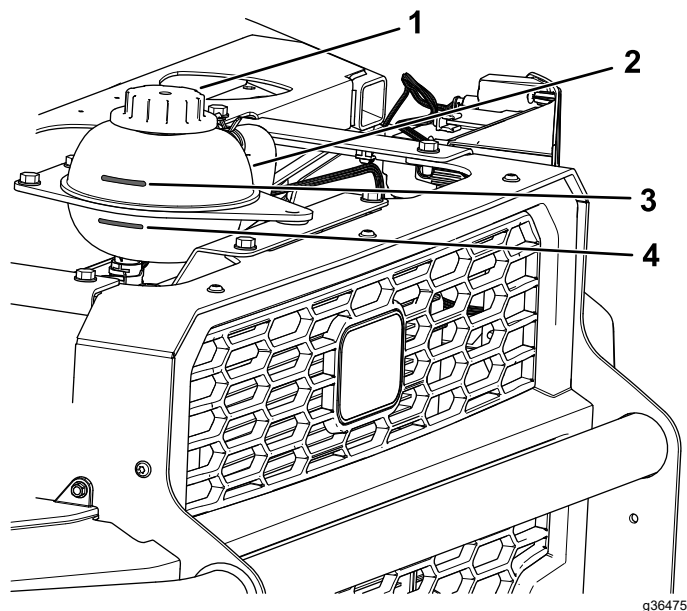

Figure 119
4. Contrôlez le niveau de liquide de refroidissement dans le réservoir (Figure 119).